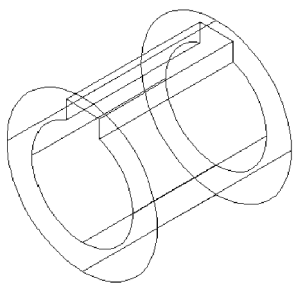

图 13-18 剪切键槽
5) 单击【实体编辑】选项板 | 【差集】按钮  差集，选中外面的圆柱体，按回车键，再选中绘制的键槽，按回车键，如图 13-18 所示。